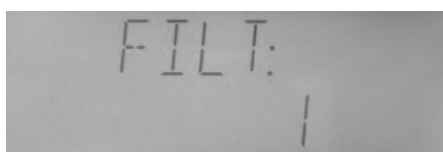

Figura 4-11 Configuración de la profundidad del filtro
- a) Seleccione "FILT" mediante **【▲】** o **【▼】**, como se ve en la figura 4-11.